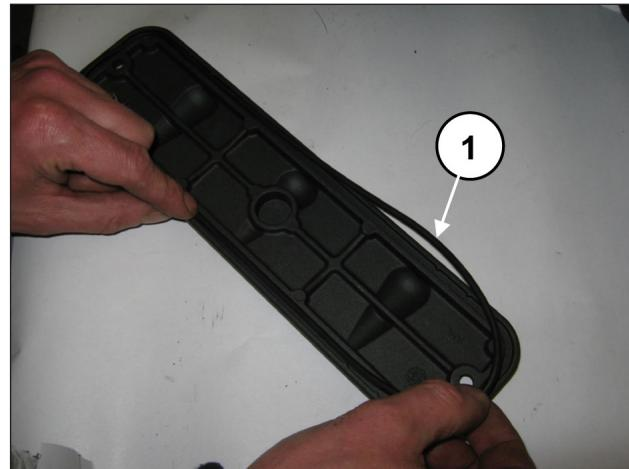
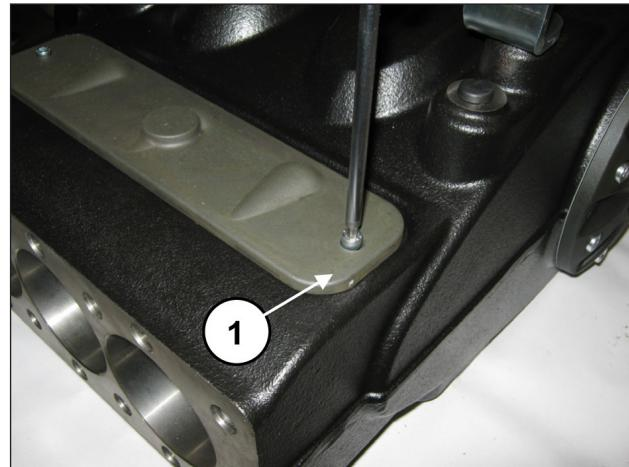

Fig. 93
Fig. 94
Coloque as tampas de inspeção com O-ring (pos. ①, Fig. 93) e aperte com 2 parafusos M6x14 (pos. ①, Fig. 94) e 2 parafusos M6X40.